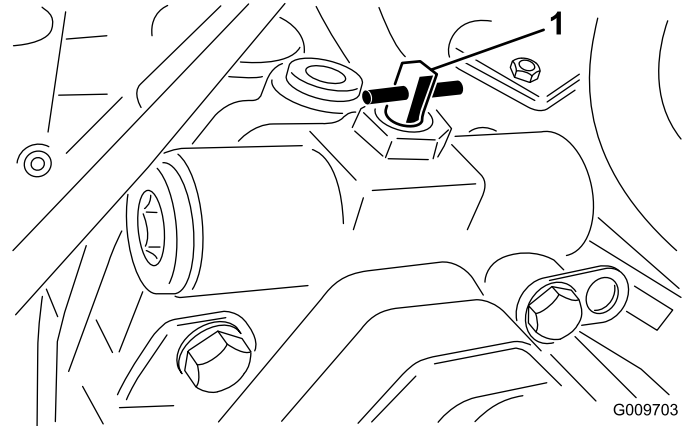

Figura 41
- Gire la válvula auxiliar 90° (1/4 de vuelta) en cualquier sentido para abrirla y dejar pasar el aceite internamente (Figura 41). Puesto que el aceite se desvía, la máquina puede ser movida lentamente sin dañar la transmisión. Observe la posición de la válvula al abrirla o cerrarla.